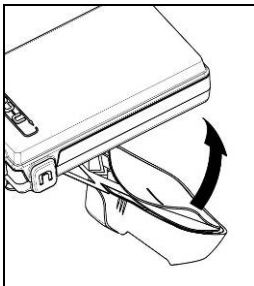

Fig. 2
- Fjern beskyttelsesfilmen på det selvklæbende bånd, der sidder bag på ESS-systemet (Fig.2)